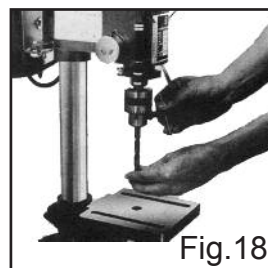

Fig.18
A) Installation du forêt (Fig .18)